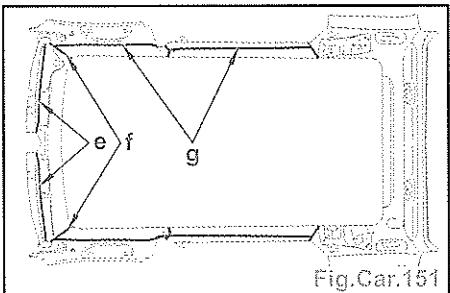

Fig.Car.151
- Découper en (e) pour accéder au cordon de colle à l'aide de l'outil [1] équipé de la lame [2] (Fig.Car.151).